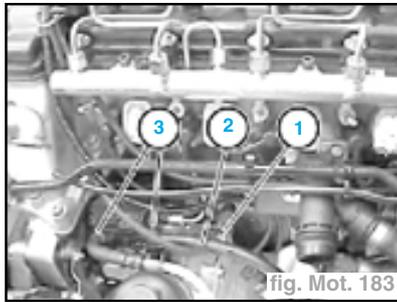

fig. Mot. 183
- Débrancher le connecteur (1) du régulateur de pression, le collier (3) et le flexible (2) de la pompe (fig. Mot. 183).